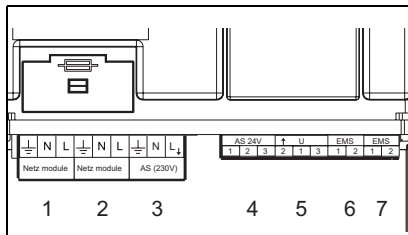
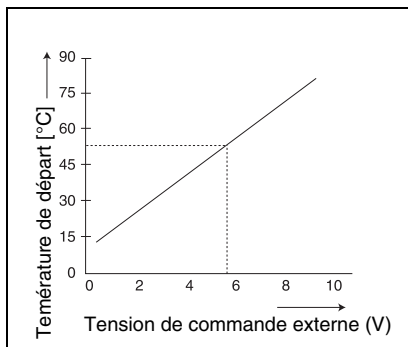

Fig. 2 Raccordements
Fig. 3 Diagramme 0 – 10V
- a) Le raccordement AS 24V (fig. 2, pos. 4), il s'agit ici d'un contact inverseur isolé pour basse tension jusqu'à 24 V. Ce signal de défaut peut être lu par un système de gestion automatisée du bâtiment, par exemple.
- b) Le raccord AS 230V (fig. 2, pos. 3), celui-ci permet de commander un klaxon ou une lampe d'alarme, par exemple. Dans le cas d'un défaut, ce raccord est sous une tension de 230 VCA.
Le module EM10 peut être utilisé comme interface entre la chaudière et un système de gestion automatisée du bâtiment par exemple. A l'aide d'un signal 0-10 VCC (fig. 2, pos. 5), il est possible de réaliser une commande par la température de départ ou la puissance (fig. 3).
Cette régulation est activée lorsque vous pontez les blocs de jonction 1 et 3. voir fig. 2, pos. 5 et le schéma électrique à la page 47. Le module EM10 transmet le signal 0-10 V à une consigne de puissance. Il s'agit ici d'un rapport linéaire, voir tableau 2.